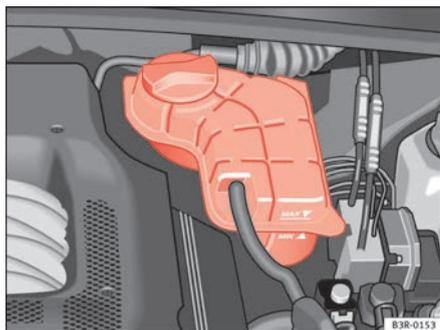

Fig. 167 Compartiment-moteur : vase d'expansion du liquide de refroidissement
- Contrôlez le niveau de liquide de refroidissement dans le vase d'expansion ⇒ fig. 167. Il doit se situer entre les repères « min » et « max » lorsque le moteur est froid. Lorsque le moteur est chaud, il peut se situer légèrement au-dessus du niveau « max ».
- Couvrez le bouchon du vase d'expansion avec un chiffon ⇒ fig. 167 et dévissez-le en le tournant **avec précaution** vers la gauche ⇒ ⚠.